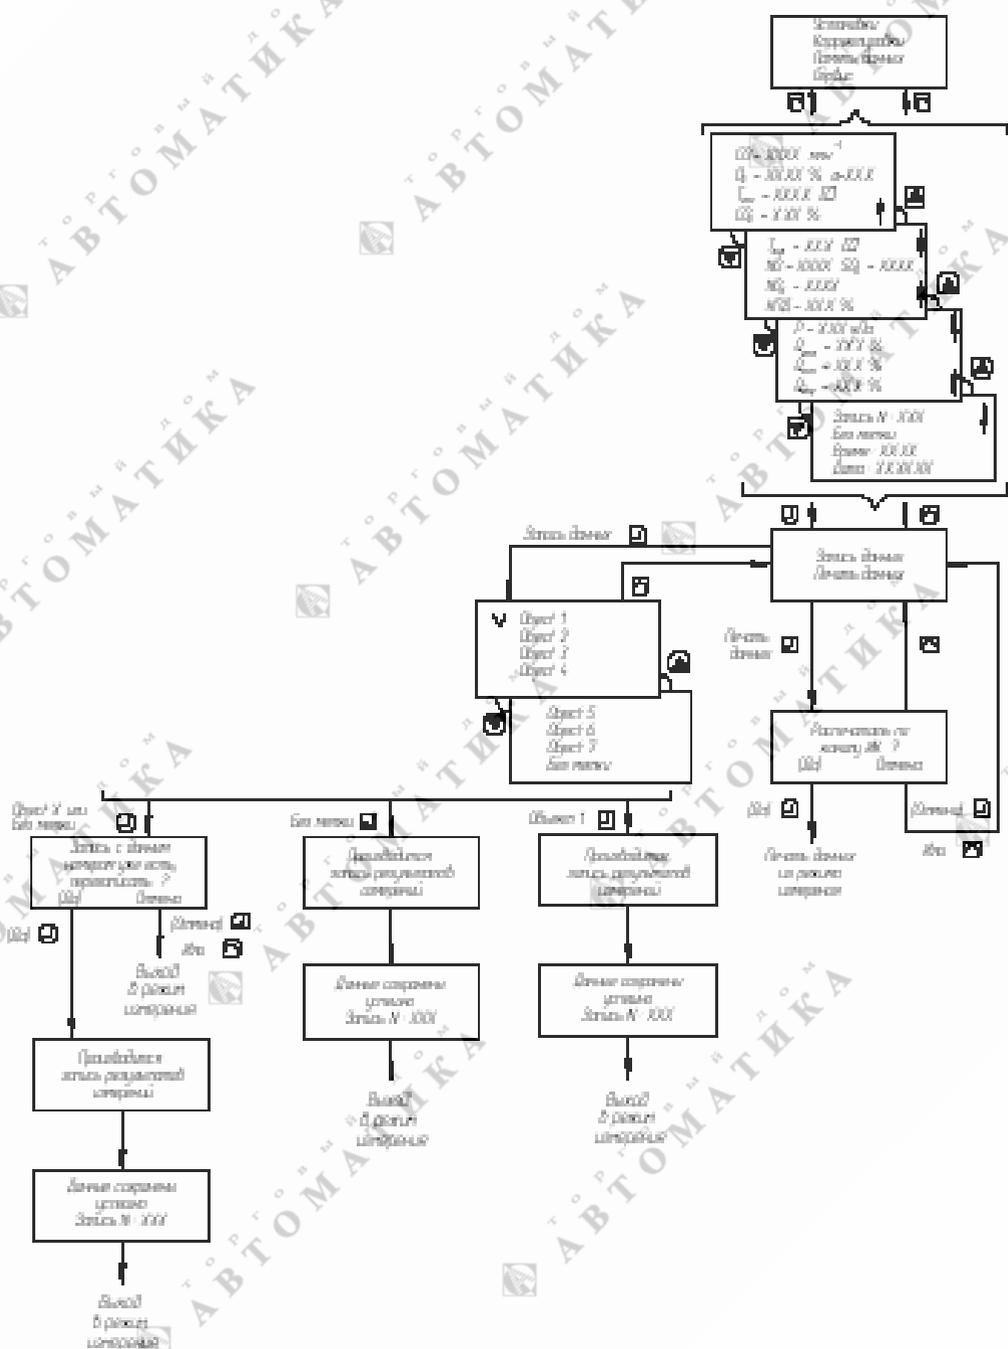

Рисунок 2.16 – Запись и печать данных из режима измерения
кнопку «» (рисунок 2.16), на ЖК-индикаторе появится сообщение
2.5.1.11 Для распечатки данных на термопечатающем принтере по инфракрасному каналу связи предварительно должен быть установлен канал связи с принтером «ИНФРАКРАСНЫЙ» (п.2.4.9) и выбраны параметры для вывода на печать (п.2.4.9.2). Для распечатки данных из режима измерения необходимо нажать кнопку «» (рисунок 2.16), на ЖК-индикаторе появится сообщение
2.5.1.12 Для распечатки данных на термопечатающем принтере по каналу RS-232 принтер должен быть предварительно подключен к выключенному газоанализатору согласно п.2.3.1.4. После включения газоанализатора должен быть установлен канал связи с принтером «RS-232» (п.2.4.9) и выбраны параметры для вывода на печать (п.2.4.9.2). Для распечатки данных из режима измерения необходимо нажать кнопку «» (рисунок 2.16), на ЖК-индикаторе появится сообщение